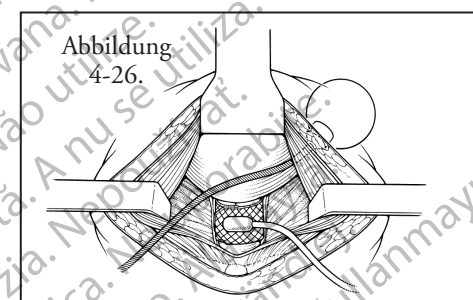

Abbildung 4-26.
7. Mithilfe einer stumpfen Präparation wird im Retzius-Raum Platz für den Ballon geschaffen. Ballon im Retzius-Raum positionieren (**Abbildung 4-26**).